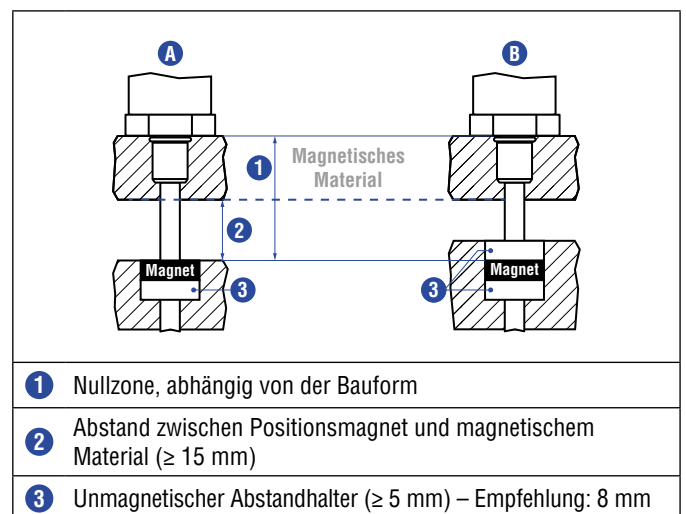

Abb. 67: Einbau mit magnetischem Material
- Der minimale Abstand zwischen Positionsmagnet und magnetischem Material beträgt 15 mm (Abb. 67).
- Beachten Sie die Maße in Abb. 67 bei der Nutzung von magnetischem Material.
Bei der Verwendung von magnetischem Material die in Abb. 67 dargestellten Maße unbedingt beachten.